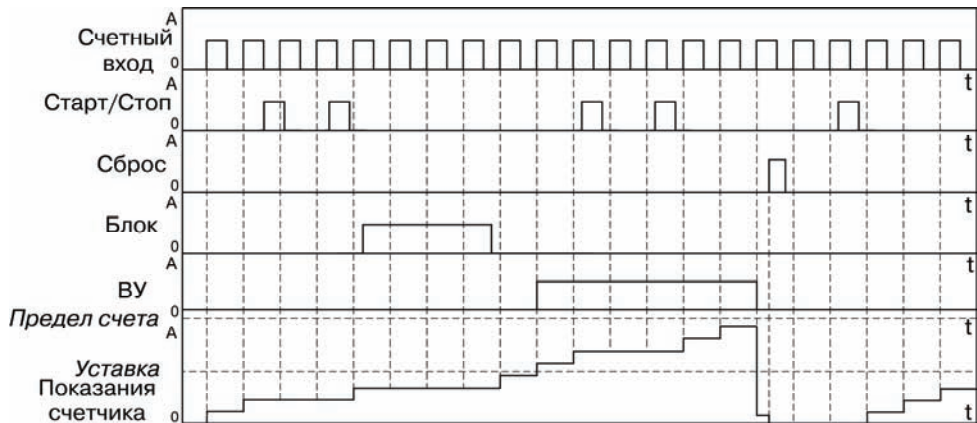

Рисунок 3.10
- тип работы по сигналу «Сброс» – «Сбросить счетчик и ждать сигнала «Старт» ( $rSt =StOP$ ) (рисунок 3.10).